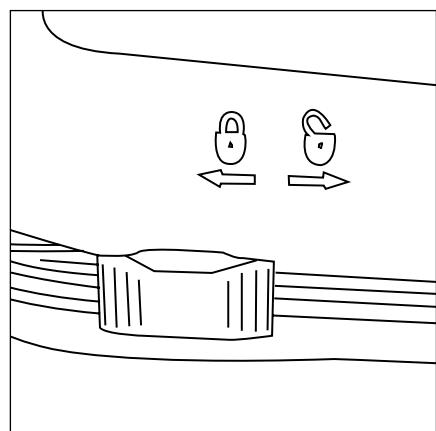

Figure 7
3. Placez le couvercle du boîtier sur son socle et faites glisser les six attaches jusqu'à ce qu'elles soient verrouillées (☜) (**Figure 7**).